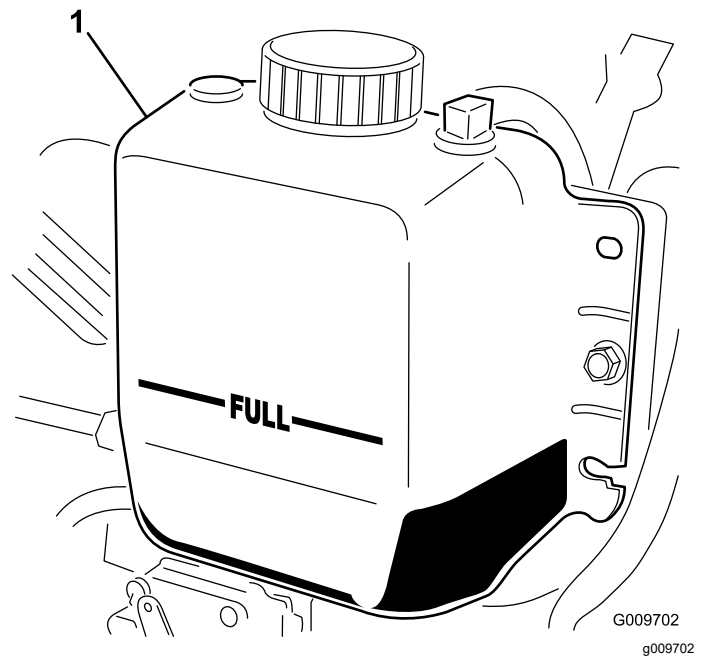

Bild 84
3. Prüfen Sie den Kühlmittelstand im Kühler. Der Kühler sollte bis zur Oberseite des Füllstutzens und das Ausdehnungsgefäß bis zur VOLL-Markierung gefüllt sein (**Bild 84**).